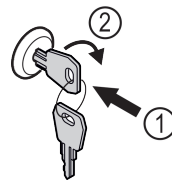

Fig. 161
- ▶ Вставьте ключ. Fig. 161 (1)
- ▶ Поверните ключ на 90° по часовой стрелке. Fig. 161 (2)